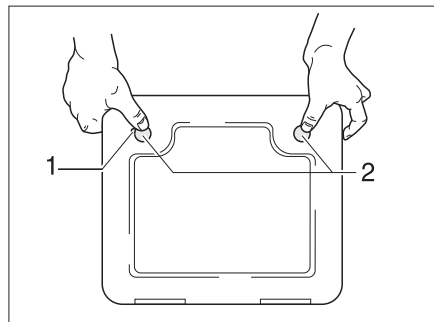

Bild 150 Klappe für die Toiletten-Kassette
- Die Klappe für die Kassette außen am Fahrzeug öffnen. Dazu den Schlüssel in den Schließzylinder des Druckschlössers (Bild 150,1) stecken und eine viertel Umdrehung drehen.
- Beide Druckschlösser (Bild 150,2) gleichzeitig mit dem Daumen drücken und die Klappe für die Kassette öffnen.